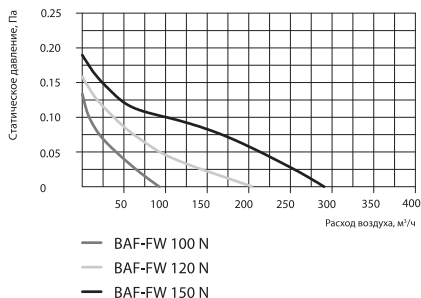

Рис. 3.
4. Вытяжной воздух должен выводиться наружу, а не в потолочное или чердачное пространство, для этого используется воздухопровод небольшой протяженности, а также подходящие обратные клапаны (рабочую точку можно определить по рис. 3).